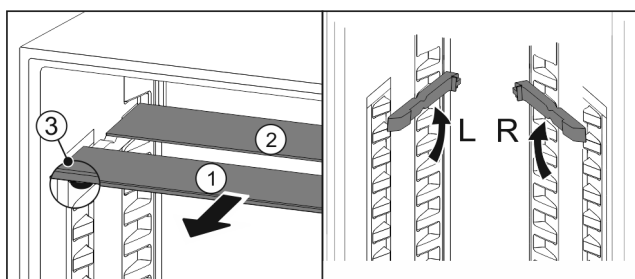

Fig. 44
- Dra ut Fig. 44 (1) glashyllorna framåt en i taget.
- ▷ Glashyllan Fig. 44 (1) med dekorlistan ligger längst fram.
- ▷ Stoppklackarna Fig. 44 (3) är vända nedåt.